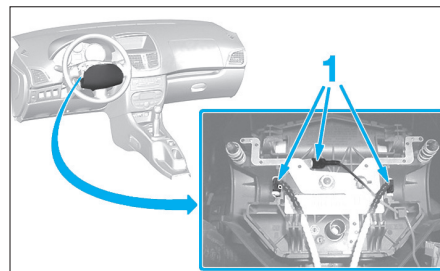

Fig. 2
- Débrancher les connecteurs (1) attenants avant de déposer le module d'airbag (Fig.2).